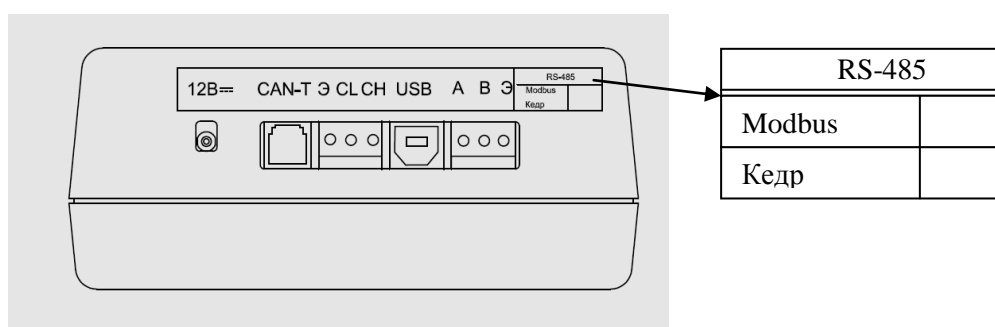

Рисунок 7.43 БИ1 Модель 2
- БИ1 **Модель 2** может подключаться к ПЭВМ и через Порт 1 и через Порт 2. При этом протокол связи через Порт 2 может настраиваться на «Modbus STRUNA+» или на «Кедр», что отмечено на этикетке БИ1 с маркировкой внешних разъемов (рисунок 7.43);